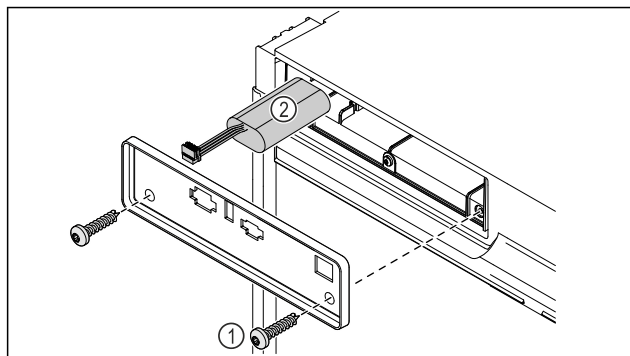

Fig. 228
- Draai de schroeven los en verwijder de afdekking aan de achterkant van het apparaat Fig. 228 (1).
- Maak de batterij los en verwijder deze Fig. 228 (2).